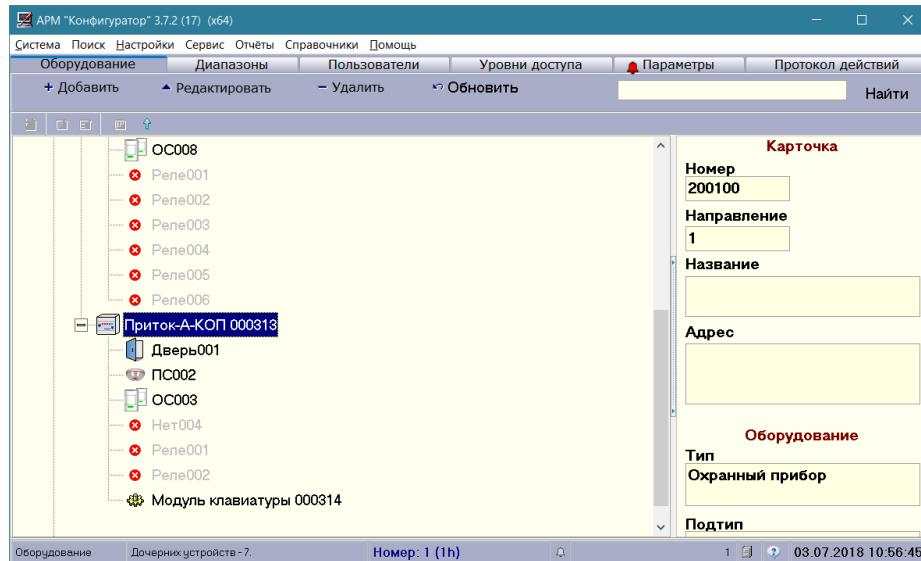

Рисунок 5
- 100» добавить устройство «Приток-А-КОП» (4ШС, 8ШС или 16ШС) согласно руководству по эксплуатации на соответствующий КОП (см. рисунок 5).